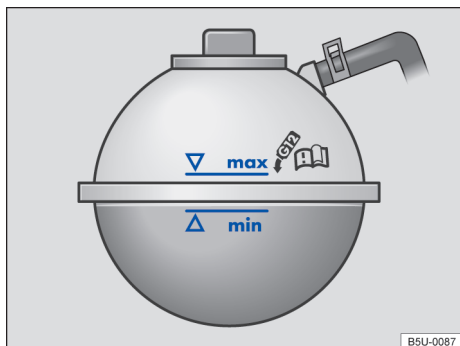

Fig. 132 No compartimento do motor: marcação no reservatório de expansão do líquido de arrefecimento do motor.
- Com o motor frio, verificar o nível do líquido de arrefecimento do motor pela marcação lateral do reservatório → Fig. 132.
- O nível do líquido de arrefecimento do motor deve permanecer dentro da marcação do reservatório → Fig. 132. **Não completar acima da marca “max”** → Ⓞ!
- Completar com líquido de arrefecimento do motor somente até a marca "max" → Fig. 132. Caso contrário, ao aquecer-se, o líquido excedente será expulso do sistema de arrefecimento do motor e poderá causar danos.